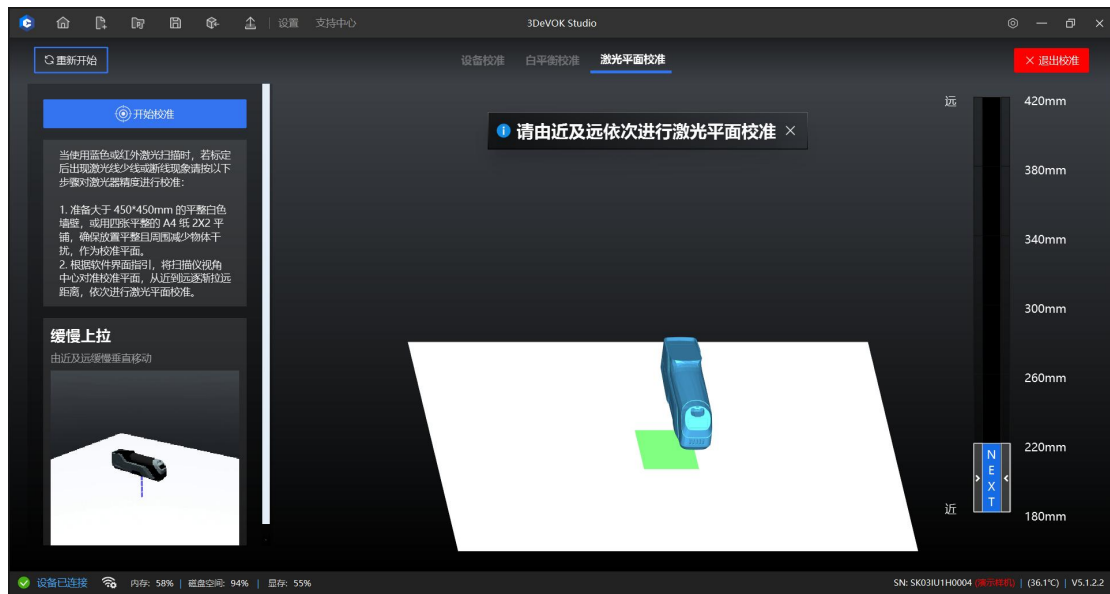

图 6-6 激光平面校准软件截图示意图
- 2、点击软件左上侧的“开始校准”按钮或点击扫描仪触摸屏  按钮，按照软件指引，进行激光平面校准（图 6-6）。